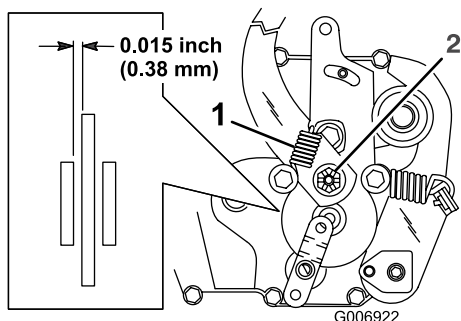

Figure 31
Le frein de stationnement se trouve du côté droit de l'essieu arrière, à l'intérieur du pneu arrière (Figure 31). Si le frein de stationnement ne reste pas serré correctement, réglez-le
4. Insérez une jauge d'épaisseur de 0,38 mm entre le disque de frein et la rondelle de frein (Figure 31).
2. Déposez le ressort du bras de frein (Figure 31).
3. Enlevez la goupille fendue qui retient l'écrou de réglage du frein et desserrez légèrement l'écrou (Figure 31).